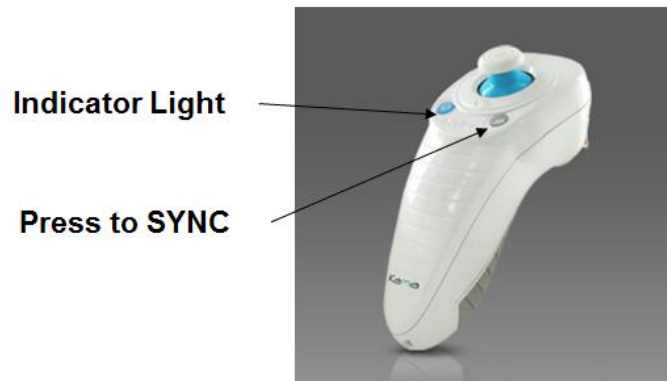

Figura 3-19. Stato dell'impostazione del sistema
- Premere il pulsante di sincronizzazione del telecomando contrassegnato da "S" per sincronizzare il telecomando durante l'intervallo di tempo di 15 secondi. Vedere la Figura 3-19 per la posizione del pulsante di sincronizzazione. Se si desidera usare il telecomando, eseguire questa operazione per ciascuna procedura.